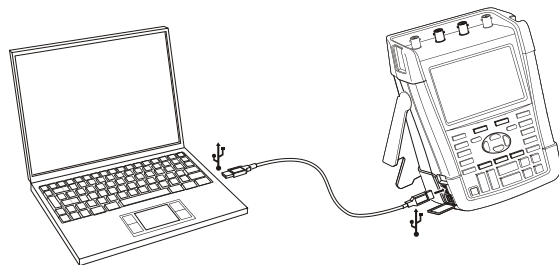

图 36. 连接计算机
- 用 USB-A 转 mini-USB-B 接口电缆将计算机连接到测试仪的 mini-USB 端口（参见图 36）。